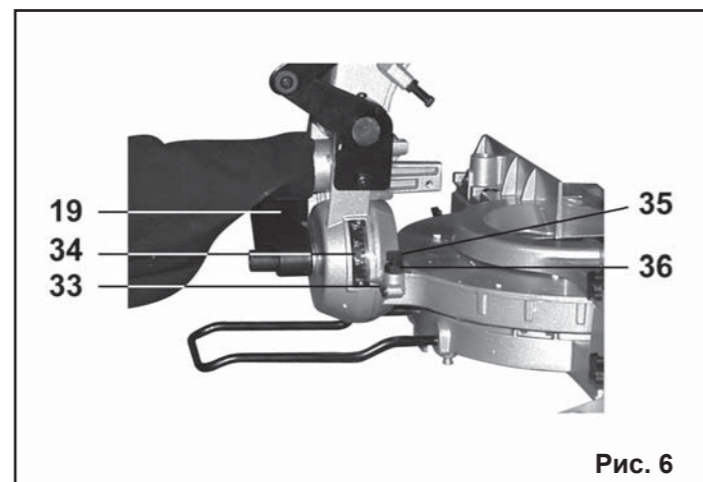

Рис. 6
Убедитесь в том, что указатель угла наклона (33) показывает на 0° по шкале наклона (34), Рис.6. В противном случае ослабьте винт крепления указателя (33) и отрегулируйте положение указателя (33), положение надёжно зафиксируйте.
Устанавливайте угол наклона 45° только после установки угла наклона 0°. Для установки угла наклона 45° ослабьте ручку фиксации угла наклона (19), Рис.6, и наклоните пильный диск (8) влево до упора. Убедитесь в том, что указатель (33) показывает 45° на шкале наклона (34), Рис.6. В противном случае, ослабьте контргайку (36) и поворачивайте болт (35), Рис.6, до достижения указателем (33) по шкале наклона (34) 45°, Рис.5.